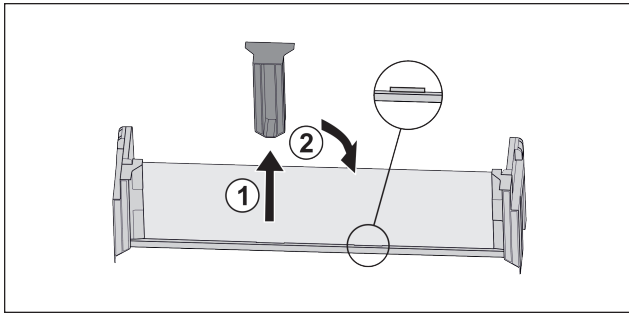

Fig. 29
- Extraire la pièce de retenue centrale Fig. 29 (1).
- Insérer la pièce de retenue centrale en deuxième position Fig. 29 (2).